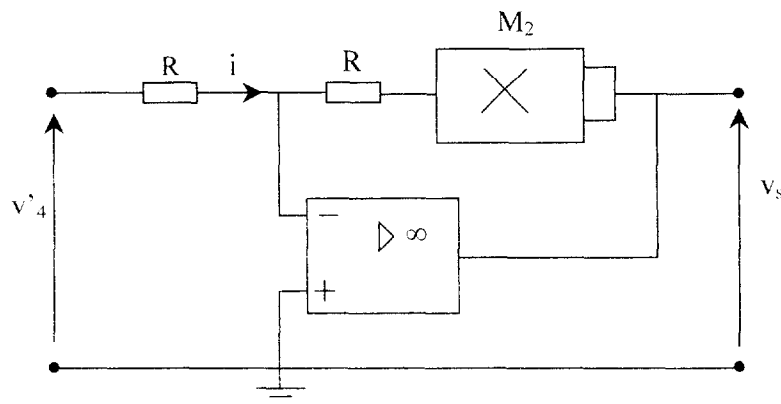

Figure 11
4.2.3. On considère le montage représenté figure 11 dans lequel l'amplificateur opérationnel est supposé parfait et le multiplieur  $M_2$  est identique à  $M_1$  ( $K = 1 \text{ V}^{-1}$ ). Donner l'expression du courant  $i$  en fonction de  $R$  et de  $v'_4$  puis de  $v_s$  et de  $R$ . En déduire la relation liant  $v_s$  à  $v'_4$ . Préciser la polarité de  $v'_4$  pour que ce montage fonctionne correctement.
4.2.4. Quel type d'étage faut-il prévoir, en amont du montage de la figure 11, pour réaliser l'extracteur de racine carrée de la figure 10 b où  $v_s = \sqrt{v_4}$  ? Proposer un schéma de réalisation utilisant un amplificateur opérationnel et des résistances pour cet étage.